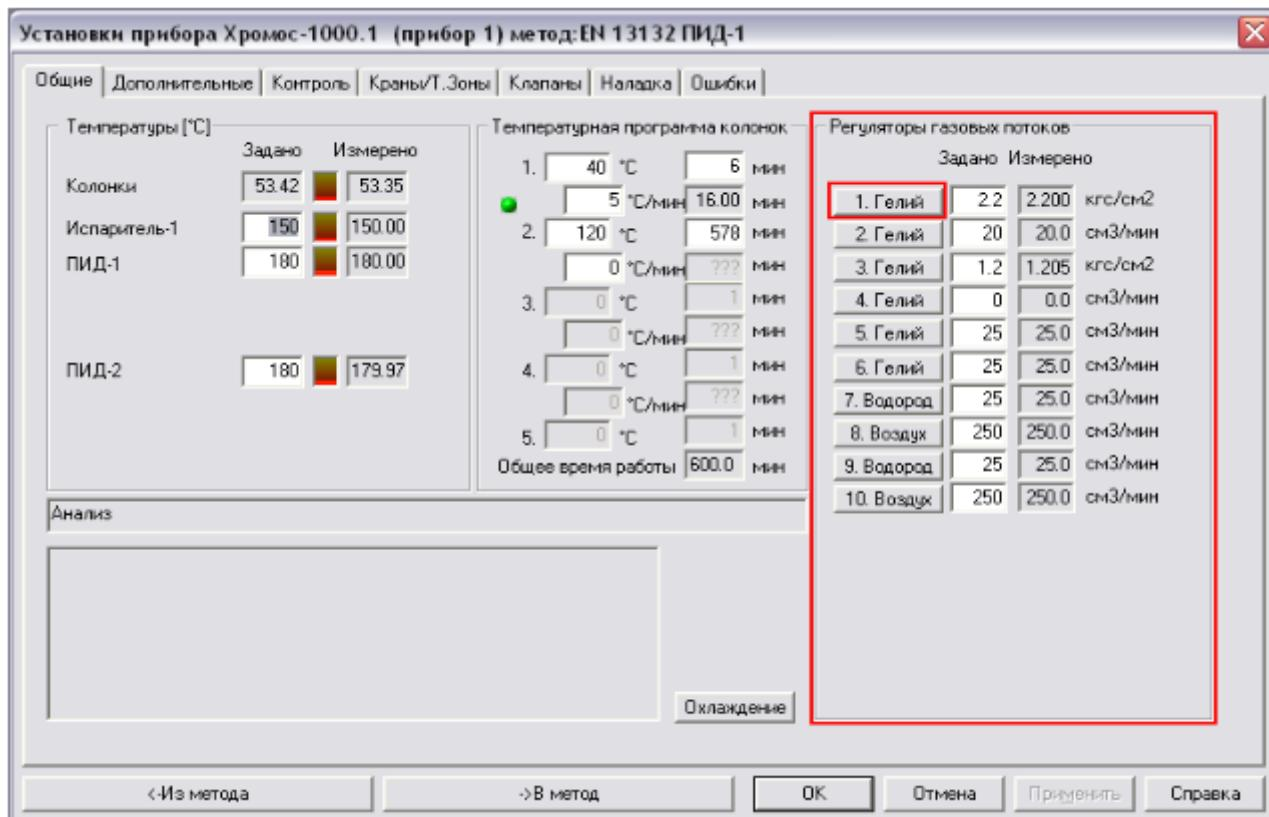

Рис. 34: Окно «Установки прибора»
- На панели управления, рядом с названием прибора, нажмите Установки. Откроется окно *Установки прибора* (Рис. 34).